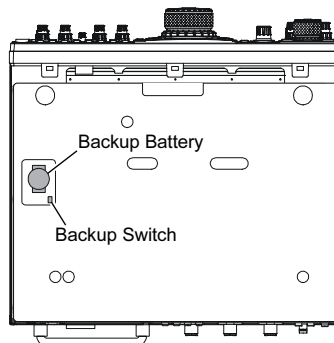

FIGURE 3
6. Localiser la batterie au lithium sur le côté gauche de la platine de commande (Control Unit) en (Figure 3).